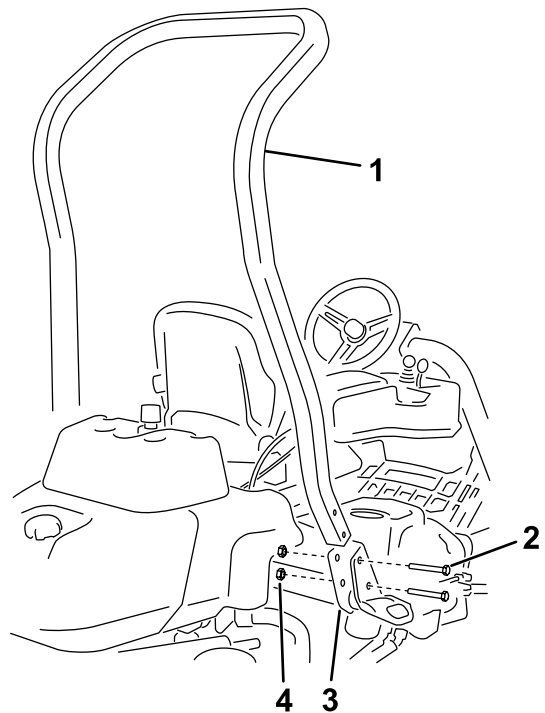

Рисунок 3
3. С помощью 4 болтов ($\frac{1}{2}$ x $3\frac{3}{4}$ дюйма) и 4 фланцевых гаек ($\frac{1}{2}$ дюйма) установите защитную дугу в кронштейны конструкции ROPS на каждой стороне машины, как показано на Рисунок 3.